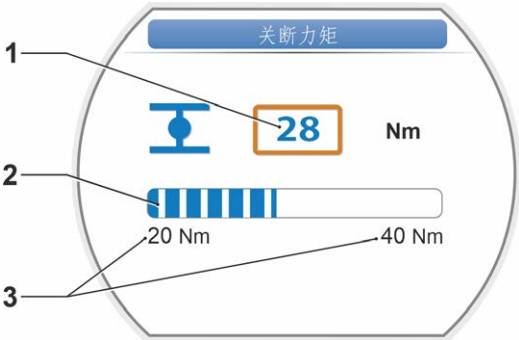

图2：关断力矩设置菜单
2. 如果需要修改关方向的关断力矩，移动光标选择关方向符号 $\overleftarrow{|}$ 所在的菜单栏并确认。显示画面将切换到“关断力矩 $\overleftarrow{|}$ ”菜单（参数右图2），当前参数值将变成闪烁状态（如右图2中1所示）。
3. 旋转操作按钮直至需要设置的值显示出来。进度条（如右图2中2所示）显示出当前值在设置范围内的位置（3）。